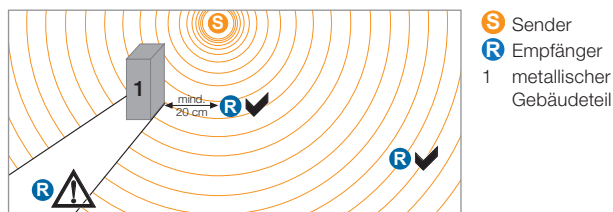

Bild 2: Funkschatten und Abstände von metallischen Gegenständen
- Empfänger möglichst nicht im Funkschatten metallischer Gebäudeteile platzieren, Sender/Empfänger nicht hinter metallischen Flächen bzw. in metallischen Gehäusen montieren. Die Rückseiten metallischer Gebäudeteile wie Pfeiler, Deckenträger oder Feuerschutztüren bilden Funkschatten (s. Bild 2). In einem solchen Schatten montierte Empfänger können keine Signale auf direktem Weg erhalten und sind auf den Empfang reflektierter Funkwellen angewiesen.